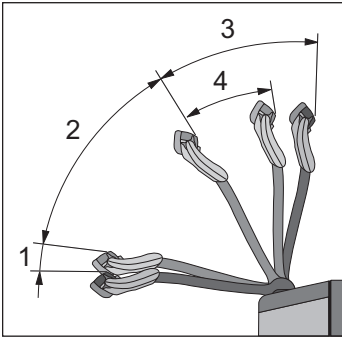

Fig. 32 Styrehåndtagets positioner (ikke platform-trucks)
Krybefunktionszonen 4 (se fig. 32) er en driftstilstand med stærkt nedsat kørehastighed. Dette gør, at du kan manøvrere sikkert og præcist under trange forhold.
1. Hold styrehåndtaget lodret (4, fig. 32).